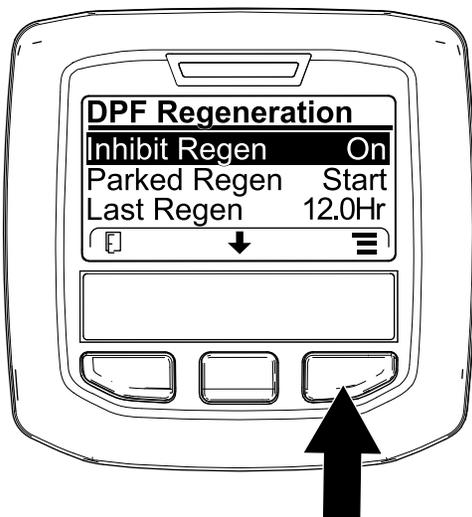
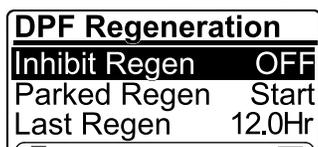

Figura 70
Figura 71
1. Accedete al menu DPF Regeneration, premete il pulsante centrale per scorrere il menu verso il basso fino all'opzione INHIBIT REGEN, quindi premete il pulsante destro per selezionare la voce Inhibit Regen (Figura 70).
2. Premete il pulsante destro per modificare l'impostazione dell'inibizione della rigenerazione da accensione a spegnimento (Figura 70) o da spegnimento ad accensione (Figura 71).